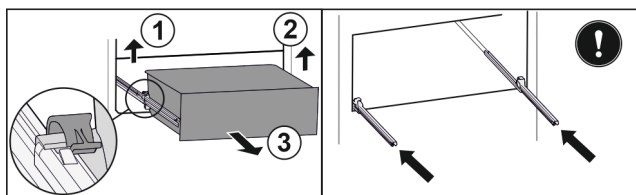

Fig. 149
- Podignite lijevu stezaljku i istovremeno izvucite ladicu lijevo prema naprijed. Fig. 149 (1)
- Podignite desnu stezaljku i istovremeno izvucite ladicu desno prema naprijed. Fig. 149 (2)
- Izvadite ladicu prema naprijed. Fig. 149 (3)